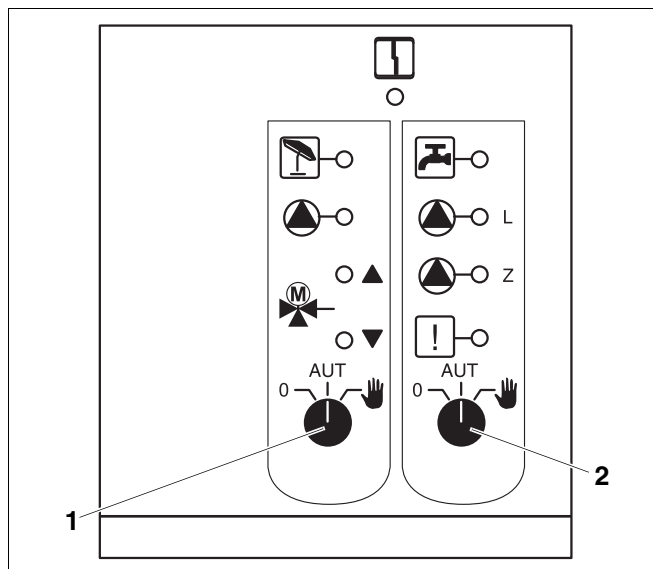

Fig. 24 Modulo funzione FM 441
Interruttori manuali per circuito risc. (fig. 24, **pos. 1**) e acqua calda (fig. 24, **pos. 2**):